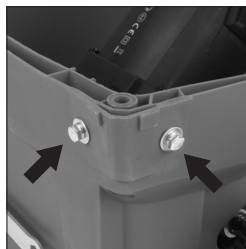

Fig. 3
- Verwijder de acht 010 mm zeskantkopschroeven en hun bijbehorende sluitringen uit de hoeken van de behuizing van de machine (**Fig. 3**).